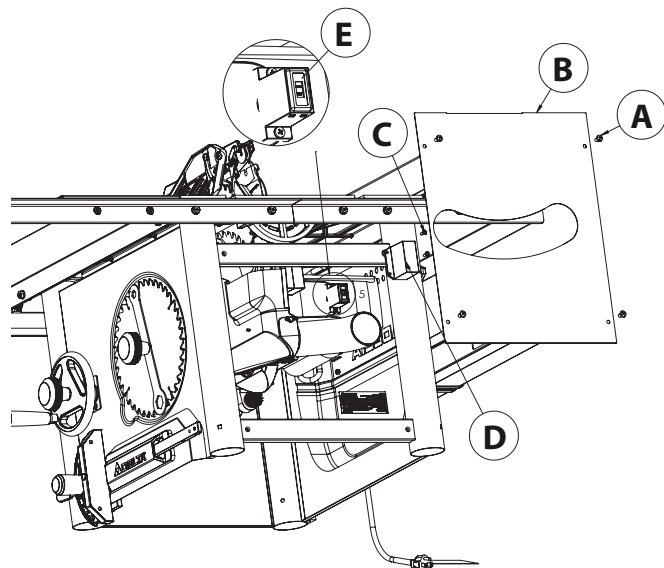

FIGURE 38
1. Démontez les 4 vis (A), Fig 38, puis retirez le panneau arrière (B).
2. Démontez les 2 vis (C), puis retirez le couvercle en plastique (D).
3. Basculez l'interrupteur (E) de la position 120v à la position 240v.
4. Remettez le couvercle (D) et les 2 vis (C) en place.
5. Remettez le panneau arrière (B) et les 4 vis (A) en place.